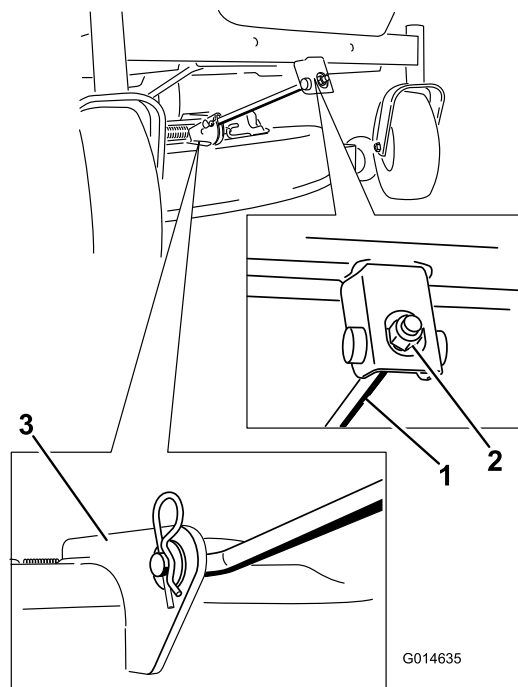

Figura 54
4. Retire el pasador de horquilla de la varilla de soporte delantera y retire la varilla del soporte de la carcasa (Figura 54). Baje cuidadosamente la parte delantera de la carcasa de corte al suelo.
- Conecte la varilla de sujeción delantera a la carcasa de corte con el pasador y la chaveta (Figura 54).